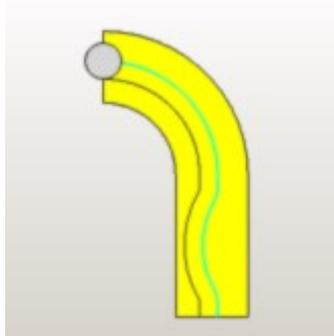

Рис. 1.6. Траектория без наклона инструмента (вид сверху)
- **Нет наклона** (см. рис. 1.6).